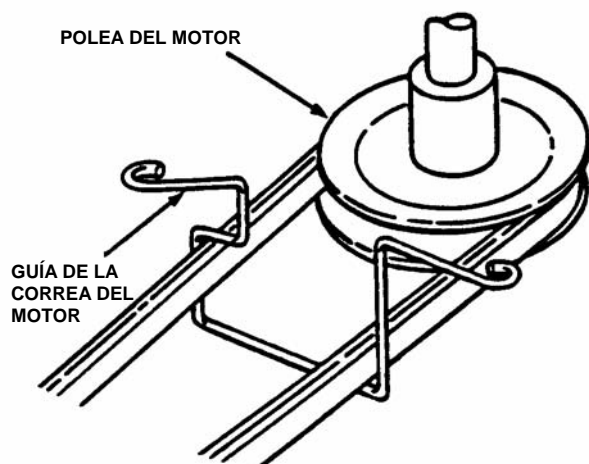

FIGURA 4.13
4. Pase la correa nueva por la guía de la correa del motor hacia arriba a la polea del motor. Vea la figura 4.13.